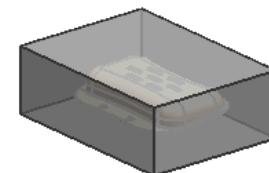

图 1.4 创建后的工件
Step4. 单击 **< 确定 >** 按钮，完成创建后的模具体件如图 1.4 所示。